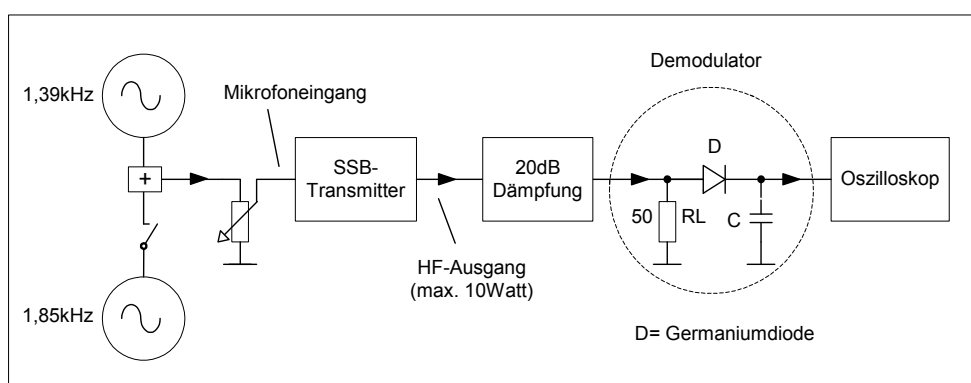
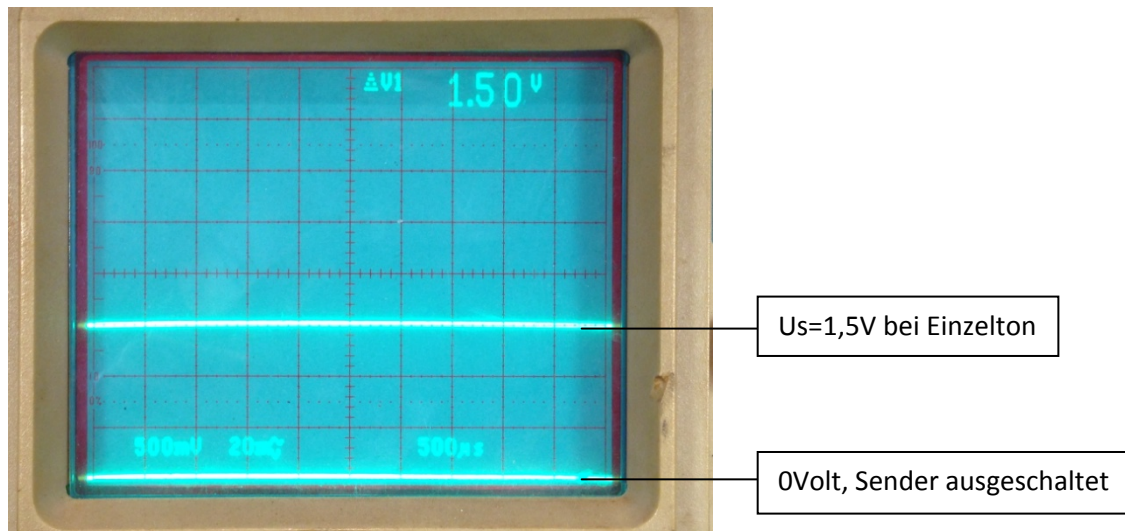

Bild 12: Diodengleichrichter aus SWR-Powermeter
Bild 13: Demodulierte Einzelton-Signal 7001.39kHz, Spitzenspannung: 1,5Volt, C=0
Hierzu verbinden wir den Ausgang des SSB-Sender über ein 20dB-Dämpfungsglied mit einer Gleichrichterdiode (Bild 12) und stellen die HF-Ausgangsleistung des Senders mit einem Eintonsignal (CW) so ein, dass am Ausgang der Diode eine gleichgerichtete Spannung von $U_s=+1,5\text{Volt}$ entsteht. Am Scope erscheint das demodulierte HF-Signal als eine konstante, gerade Linie von $+1,5\text{Volt}$ (Bild 13) und entspricht der mittleren- bzw. PEP-Leistung des Sendesignals.